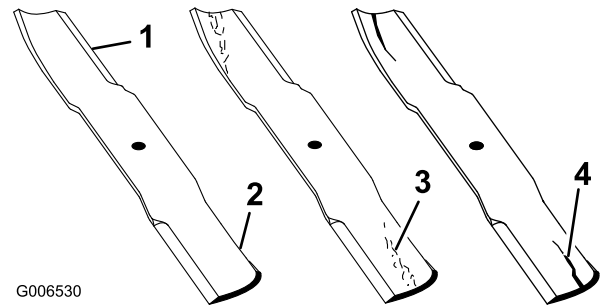

Figure 100
2. Examinez attentivement les tranchants de la lame, particulièrement au point de rencontre des parties plane et relevée (Figure 100). Le sable et les matières abrasives peuvent éroder le métal à cet endroit, c'est pourquoi il est important de contrôler l'état de la lame avant d'utiliser la tondeuse. Remplacez la lame si elle vous semble usée (Figure 100).